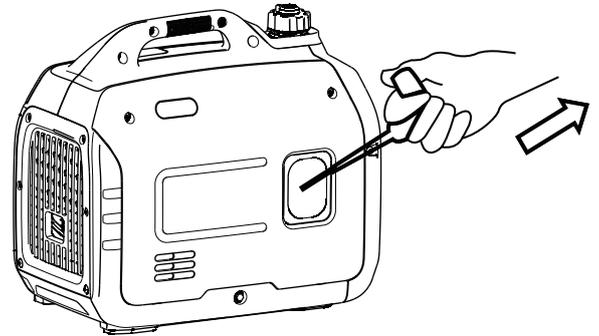

Figura 7: Estrarre l'impugnatura booster dall'invertitore
4. Afferra saldamente e tira lentamente la maniglia del booster finché non senti una maggiore resistenza. A questo punto tirare velocemente allontanandosi dall'inverter (vedi Figura 7).